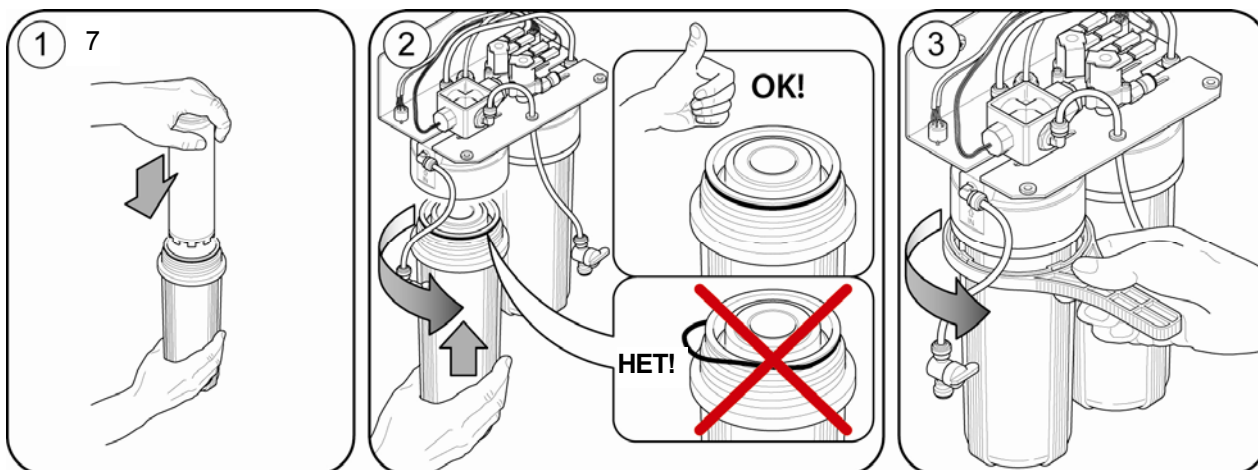

Рис. 3.2 Установка картриджей с ионообменными смолами
2. Как показано на рис. 3.2 вынуть смоляные картриджи из упаковки, затем вставить центрирующее кольцо в картридж и вставить картридж в резервуар, с прокладкой, повернутой вверх.